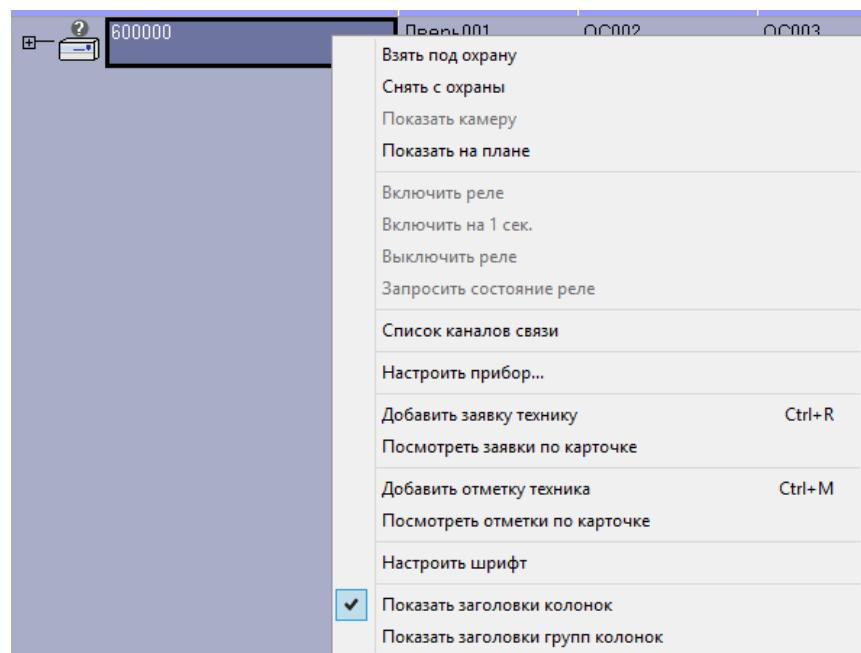

Рисунок 28 – Контекстное меню прибора
- В АРМ ДПЦО выделить левой кнопкой мышки нулевую карточку прибора, затем из контекстного меню (по щелчку правой кнопкой мышки) выбрать пункт «Настроить прибор...» (см. рисунок 28).